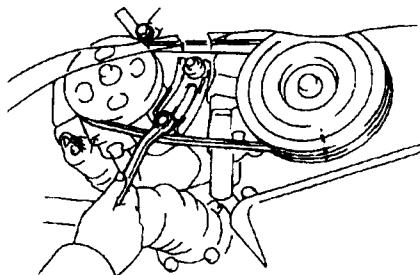

图 15 动力转向泵装配螺栓——
⑥对交流发电机支轴螺栓施以  $41\text{lbf}\cdot\text{ft}$  ( $56\text{N}\cdot\text{m}$ ) 的力矩，锁止螺栓为  $13\text{lbf}\cdot\text{ft}$  ( $18\text{N}\cdot\text{m}$ )。
⑦连接蓄电池负极接线。
①取下交流发电机传动带。
②安全地将车辆升起。
③拆下右前轮。
④拆下翼子板上的挡泥橡皮板密封。
⑤松开动力转向泵装配螺栓，取下传动带 (图 15)。